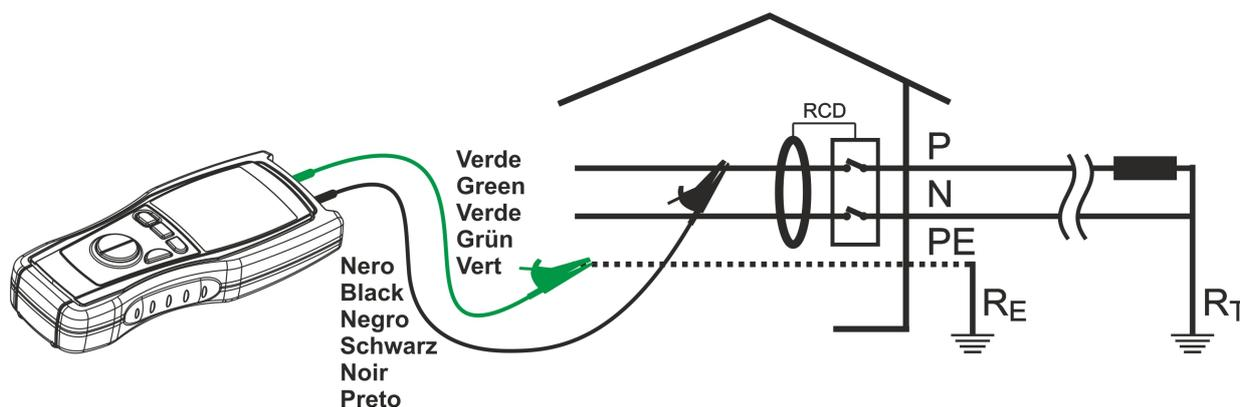

Fig. 14: Ligação das ponteiros de teste do instrumento
5. Conectar o terminal verde do instrumento ao condutor de proteção (terra) e o condutor preto ao cabo de fase (ver Fig. 14) ou, então, inserir o cabo shuko numa tomada de corrente